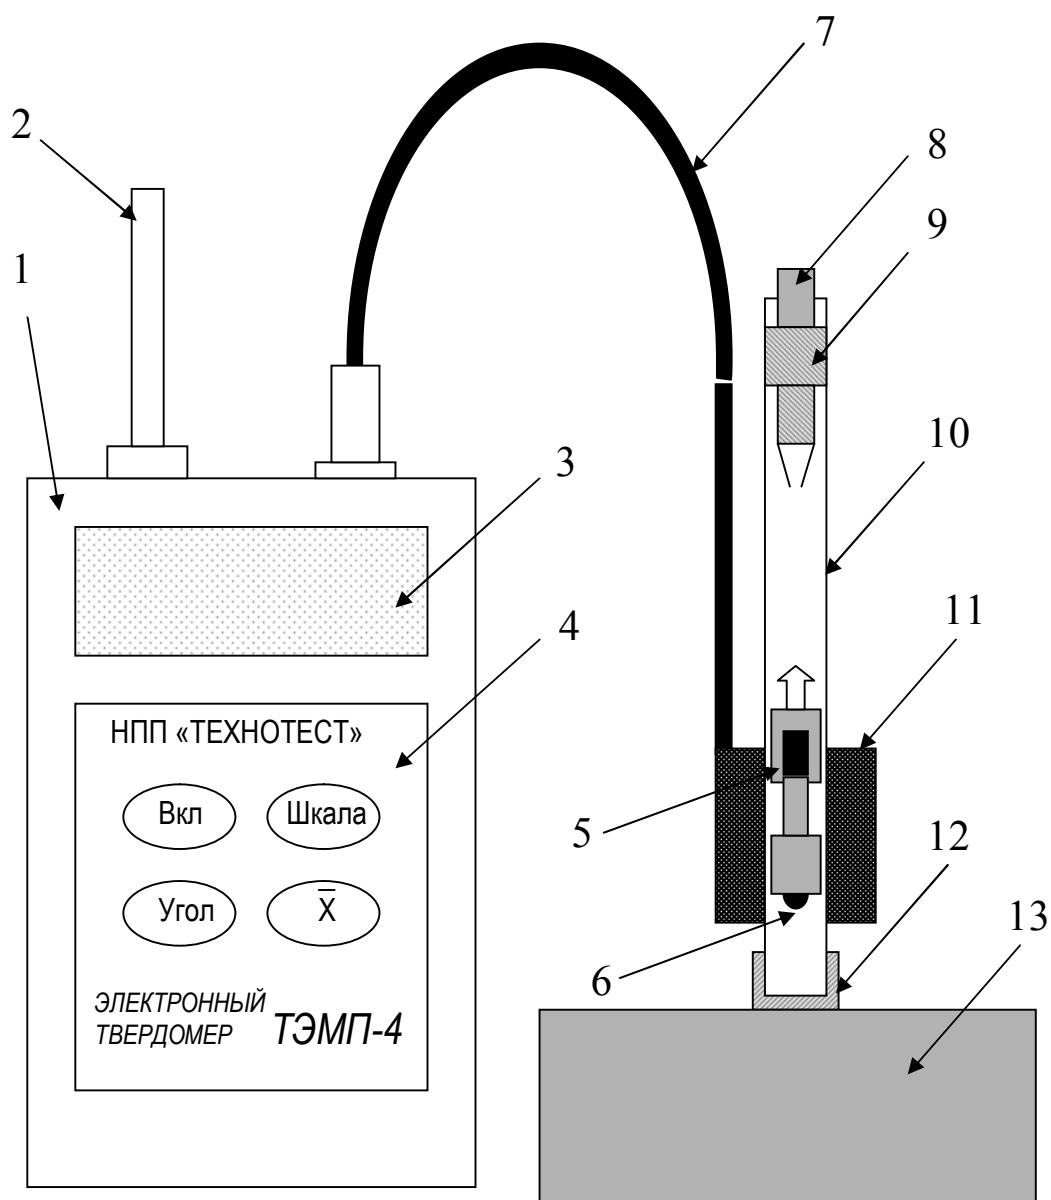

Рис.1. Устройство твердомера ТЭМП-4
4.1. Твердомер представляет собой портативный электронный прибор, динамического действия, состоящий из датчика и электронного блока, рис.1, соединенных экранированным кабелем (7), а также двух элементов питания типа АА, вставляемых в отсек питания, расположенный на обратной стороне корпуса электронного блока.